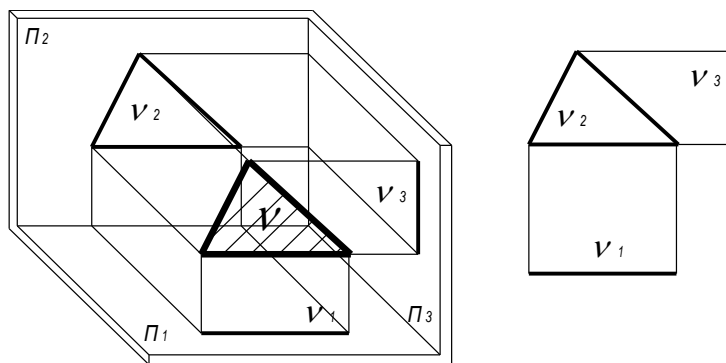

Рис. 7
2. *Фронтальная плоскость* или *плоскость фронтального уровня*, это плоскость v параллельная фронтальной плоскости проекций (рис. 7). На плоскость Π_2 она проецируется в натуральную величину, а на Π_1 и Π_3 вырождается в прямые v_1 и v_3 .